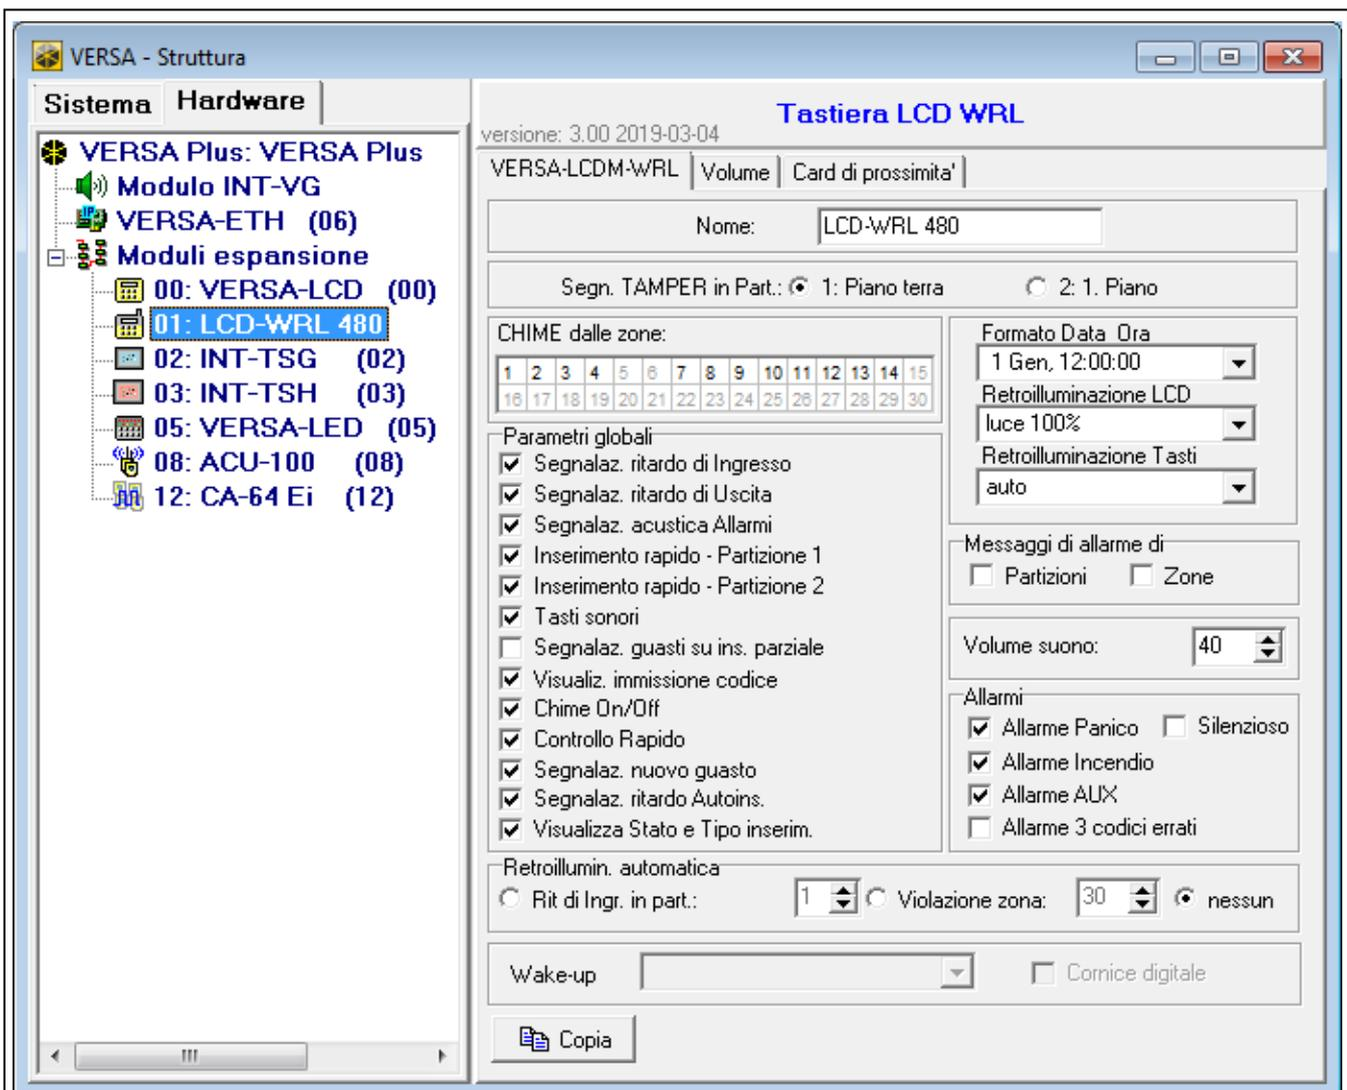

Fig. 4. Software DLOADX: parametri memorizzati nella centrale.
- Software DLOADX: → Finestra “Versa – Struttura” → scheda “Hardware” → ramo “Moduli Espansione” → [nome tastiera wireless] (vedi: Fig. 4),